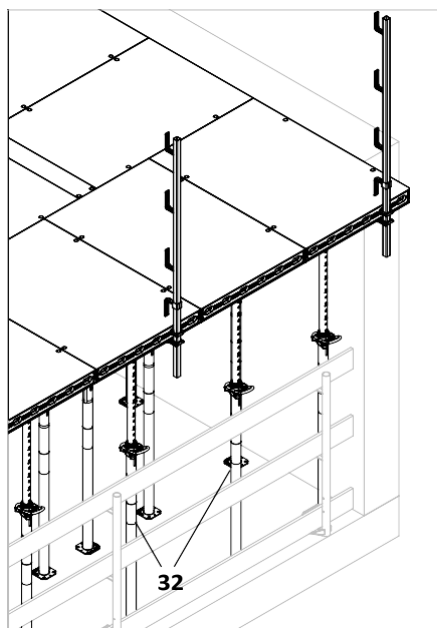

Fig. D4.06c
3. Монтирайте стойката за парапет SGP, повдигнете елемента и поставете подпора с глава DFH (32). (Fig. D4.06c)